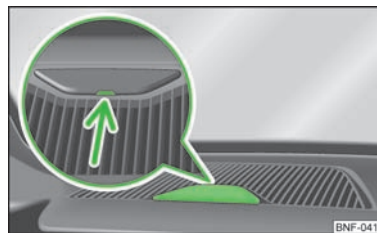

Fig. 74
- Inserire un cacciavite a testa piatta nella cavità indicata dalla freccia e quindi ➤ fig. 74 sollevare con cautela verso l'alto il coperchio.
- Chiudere l'apertura per l'alloggiamento nella plancia utilizzando la calotta di copertura » **fig. 74**.